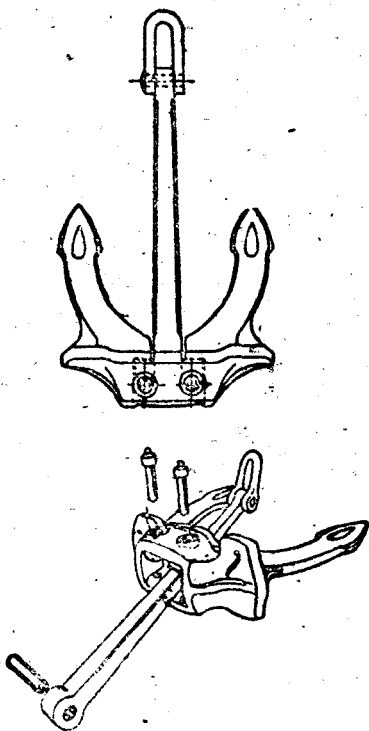

图21 山字锚
3)轉臂无杆锚(霍尔锚)(山字锚) 船上应用最广，它结构上的特点是沒有横杆和具有两个灵活的锚爪，锚爪和锚干分別鑄造，锚干上部有孔和锚的卸扣連接，底下有孔可以插銷子。两个锚爪和锚下部(即头部)是整个的，锚头部有孔可使锚干通过，还有两个半圓筒形的槽，連接栓(即銷子)在这里面迴轉。为了防止锚干从锚头部脫出，用两个横向双头螺栓連接，锚头部有突起部分，它的用处将在后面說明(图21)。